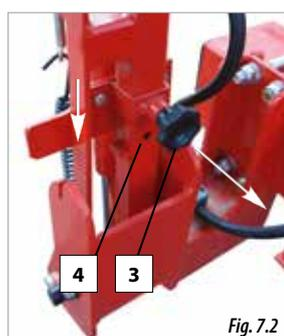

Fig. 7.2
- B. Tirare dal perno (3, Fig. 7.2) e spostare l'elemento di fissaggio verso il basso fino a fissarsi in posizione di trasporto (4, Fig. 7.2).
- B. Tirare dal perno (3, Fig. 7.2) e spostare l'elemento di fissaggio verso l'alto fino a fissarsi in posizione di lavoro (4, Fig. 7.2).